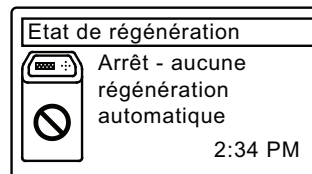

FIG. 35
6. Appuyez sur le bouton GAUCHE (◀) (deux fois à partir de l'écran d'état de la régénération) pour revenir aux écrans d'état dynamiques; si vous avez choisi **Arrêt - Régénération**, la séquence normale des écrans dynamiques s'arrêtera à l'écran montré dans la Figure 35.